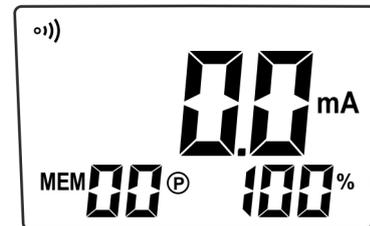

Fig. 24
2. L'instrument affiche le message « **OL Ω** » à l'écran, car il est configuré automatiquement pour la mesure de la résistance. Appuyer brièvement sur la touche **▲▲** pour accéder au mode de mesure du courant. S'affiche à l'écran Fig. 24.